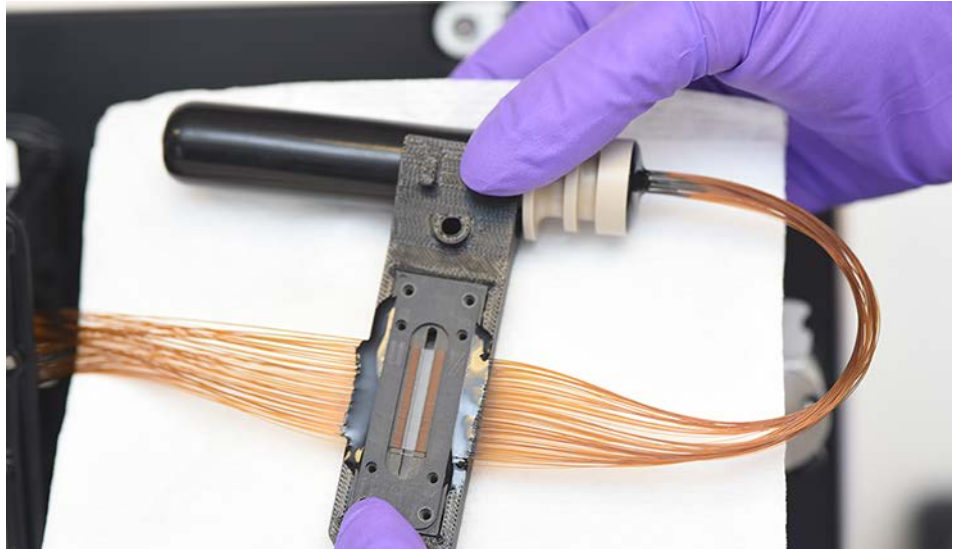

Abbildung 99 Capillary Array-Fenster mit Papierhandtuch dahinter
- 6 Legen Sie ein Papierhandtuch hinter das Capillary Array-Fenster, wie in **Abbildung 99** gezeigt.